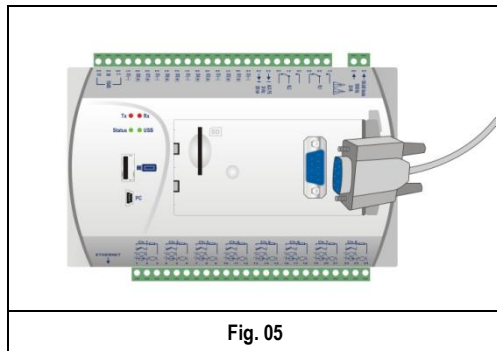

Fig. 05
5. Fixar a outra extremidade do cabo no **FieldLogger**, parafusando-o. A tampa do **FieldLogger** deverá ser retirada para o acesso ao conector DB9 (**Fig. 05**).
5. Fije la otra extremidad del cable en el **FieldLogger**, entornillándolo. La tapa del **FieldLogger** deberá ser retirada para el acceso al conector DB9 (**Fig. 05**).
5. Branchez l'autre extrémité du câble au **FieldLogger**, le vissant. Le couvercle du **FieldLogger** devra être enlevé pour l'accès au connecteur DB9 (**Fig. 05**).
5. Attach the other end of the **FieldLogger** cable, screwing it. The **FieldLogger** lid must be taken off to access the DB9 connector (**Fig. 05**).